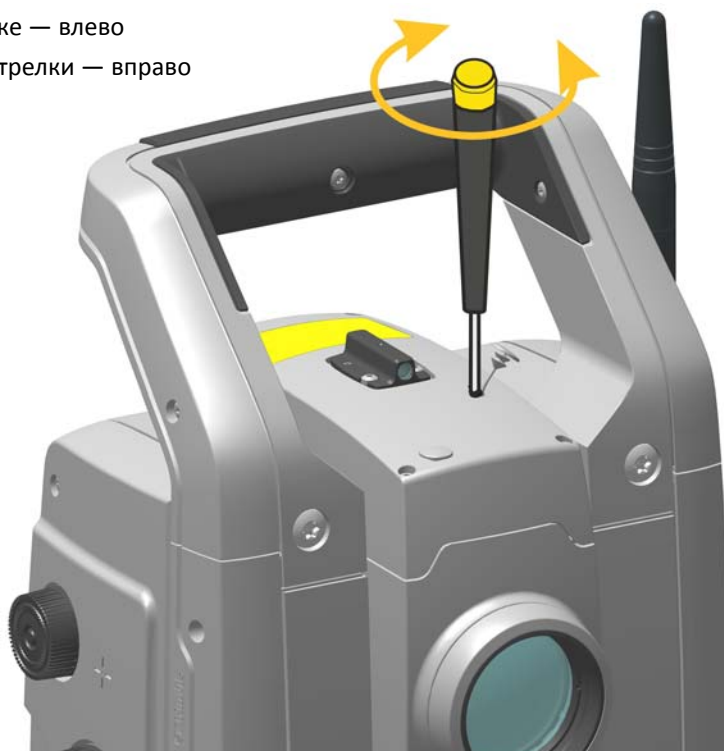

Рисунок 4.7. Юстировка положения лазерного указателя по горизонтали
- Для корректировки положения лазерного пятна по горизонтали вставьте шестигранный ключ в отверстие для юстировки по горизонтали и поворачивайте его, как показано на рис. 4.7.